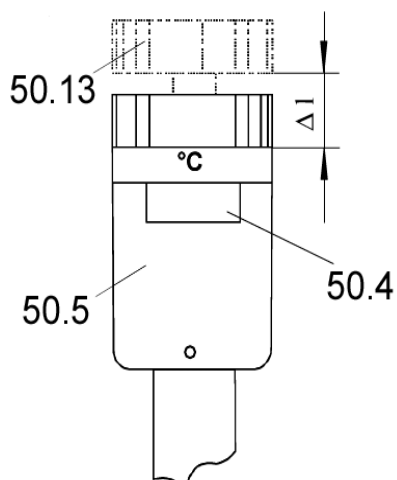

Рис. 7: Индикация перегрева
- При снижении заданных значений на значения больше 30 К может сработать защита от перегрева. Данное состояние сигнализируется подъемом ручки настройки (поз. 50.13) на корпусе (поз. 50.5) (Рис. 7). В этом случае перед дальнейшим изменением значения обязательно дождитесь выравнивания температуры. Частое срабатывание защиты от перегрева сокращает срок службы терморегулятора!